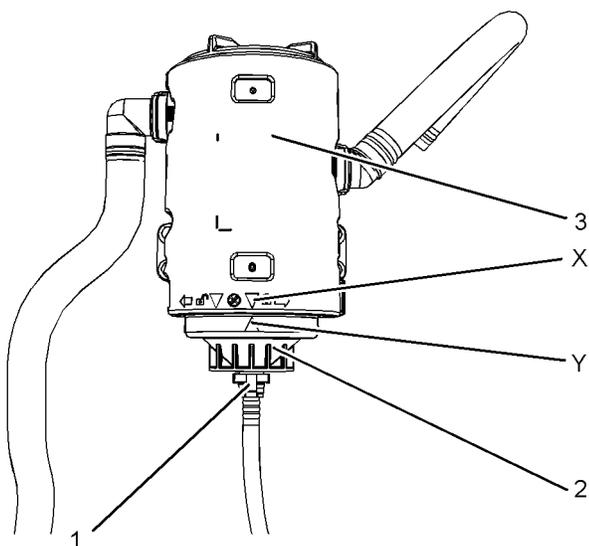

Abbildung 68
- Die Filtereinheit und den unteren Deckel (2) einbauen. Den unteren Deckel von Hand im Uhrzeigersinn festdrehen, bis er auf dem Entlüftergehäuse einrastet. Sicherstellen, dass die Ausrichtungsmarkierungen (X und Y) korrekt ausgerichtet sind. Siehe Abbildung 68.
- Den Leitungsanschluss (1) anbringen. Sicherstellen, dass die Halteschellen am Leitungsanschluss richtig eingerastet sind. Behälter entfernen.